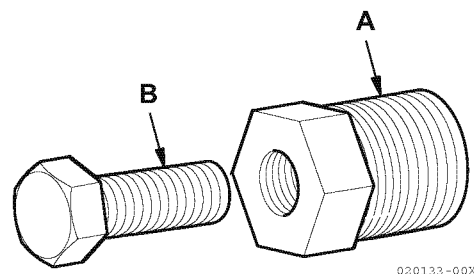

Abbildung 9
2. Den Abzieher (A, **Abbildung 9**) am Flügelrad ansetzen.
- Die Führungsschraube (B, **Abbildung 9**) im Uhrzeigersinn drehen, um das Flügelrad von dem Pumpenkörper zu lösen.